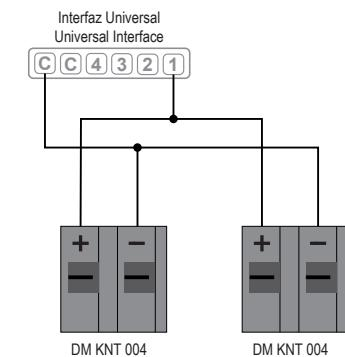

Fig. 6
- Fig. 6: connection of two detectors in parallel to the same input.
- Fig. 6: conexión de dos detectores en paralelo a una misma entrada.